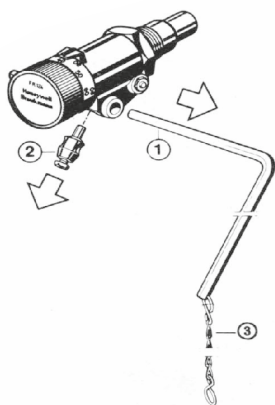
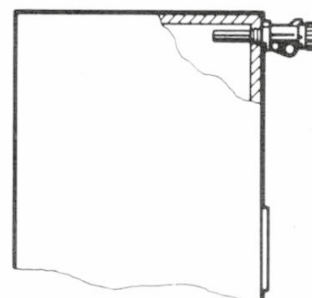

Рис.4
Рис.6
Установка: Рис. 4 снимите рычаг ① и соединитель ② . Рис 5 Вертикальная установка. Рис. 6 горизонтальная установка. Вкрутите регулятор в котел в вертикальном либо горизонтальном положении. Установите рычаг ① в обратной последовательности (см. рис.4), закрепите винтом соединитель ② и отрегулируйте цепь ③ .
- в случае горизонтальной установки (рис.6) используйте черные цифры.